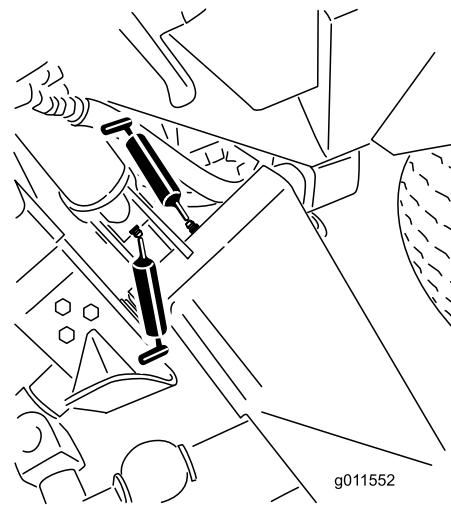
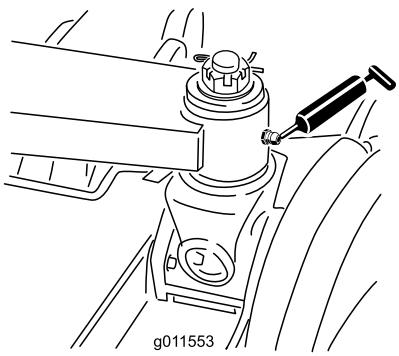

Figura 84
Figura 85
- Seis casquinhos do braço de elevação principal (Figura 84 e Figura 85)